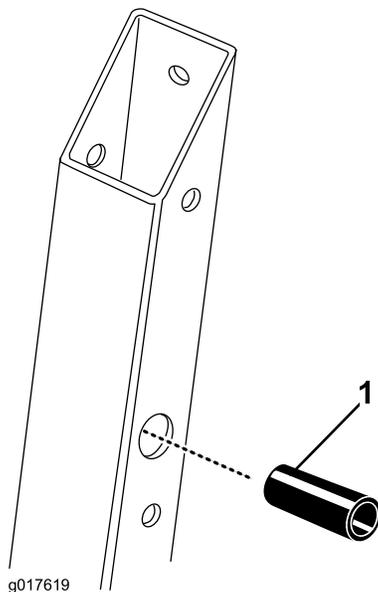

Figure 3
- Insérez l'entretoise cylindrique dans les trous de pivot des deux supports de l'arceau de sécurité (Figure 3).